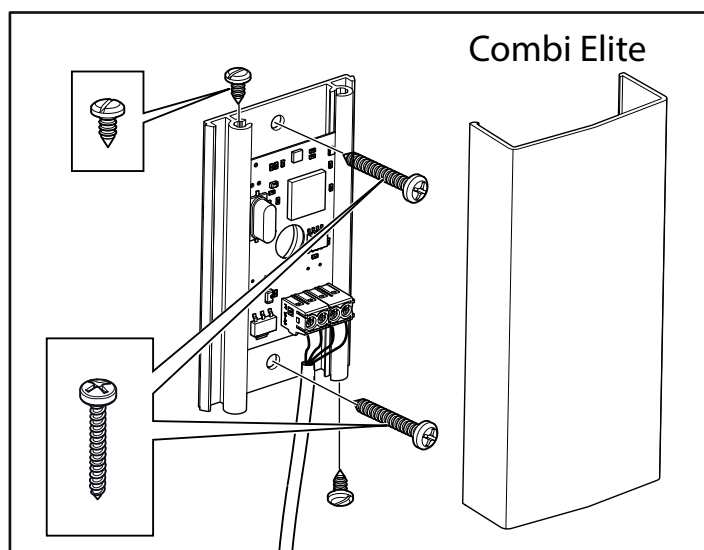

Afbeelding 13: Plaatsen van het deksel van het waterreservoir, het kruidenrooster en de geurhouder/luchtbevochtiger
11. Plaats het deksel voor het waterreservoir, het kruidenrooster en de geurhouder/luchtbevochtiger (zie afbeelding 13).